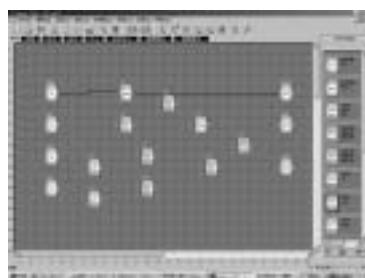

图 4.9 建立功能块连线
2. 当移动鼠标到功能块的输入输出口时，鼠标的形状变为“+”，表示可以按鼠标左键确定连线的一个端点，此时单击一下鼠标左键然后移动鼠标到下一个功能块的输出端口（或者输入端口），系统可自动建立连线，如图 4.9 所示：